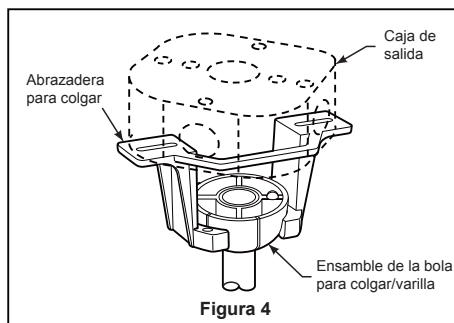

Figura 4
- ☐ 4. Retire la arandela del acoplador del motor y la cubierta de la carcasa superior del ensamble del motor. (Figura 4)
- ☐ 4. Coloque el soporte de la varilla y alinee los orificios de la clavija de horquilla en ambas piezas. Instale la clavija de horquilla y asegúrela con la pinza de horquilla. Fije los dos tornillos de presión y las tuercas de seguridad en el soporte de la varilla interior. (Figura 4)
- ☐ 4. Fije firmemente el conector de 9 pasadores de la ensamble de kit de luz al enchufe del mazo de cables dentro de la unidad del motor. (Figura 4)
4. Deslice el interruptor a "CH" cuando use el interruptor de cadena del kit de iluminación. Deslice el interruptor a "RC" cuando el ventilador se esté usando con el accesorio de mando a distancia opcional CR500. (Figura 4)